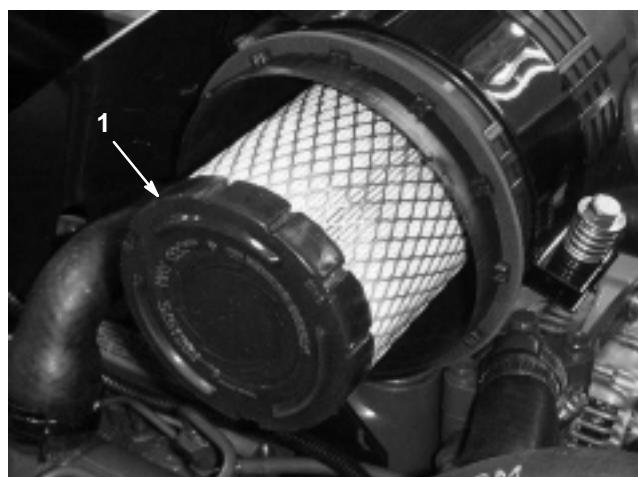

Figure 41
3. Examinez l'élément (Fig. 41) et jetez-le s'il est endommagé. Ne lavez pas et ne réutilisez pas l'élément s'il est endommagé.